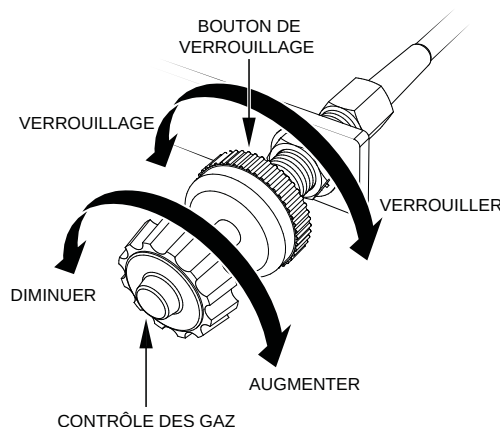

Figure 23. Contrôle des gaz
9. Déverrouillez le bouton de verrouillage de la commande des gaz (Figure 23) en tournant dans le sens inverse.